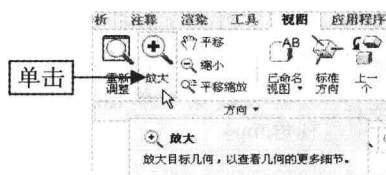

图 1-49 单击“放大”按钮
Step 04 在“方向”面板中，单击“放大”按钮, 如图 1-49 所示。